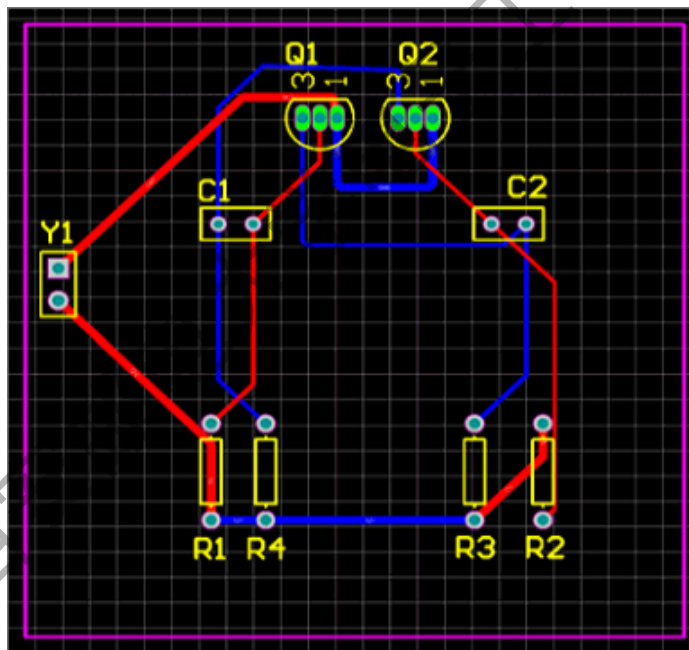

图 2-42 自动布线后的 PCB
2. 选择 Auto Route>>All。Situs Routing Strategies 对话框弹出。按一下 Route All。Messages 显示自动布线的过程。 Situs auto router 提供的结果可以与一名经验丰富的设计师相比，如图 2-42 所示，因为它直接在 PCB 的编辑窗口下布线，而不用考虑输入和输出布线文件。